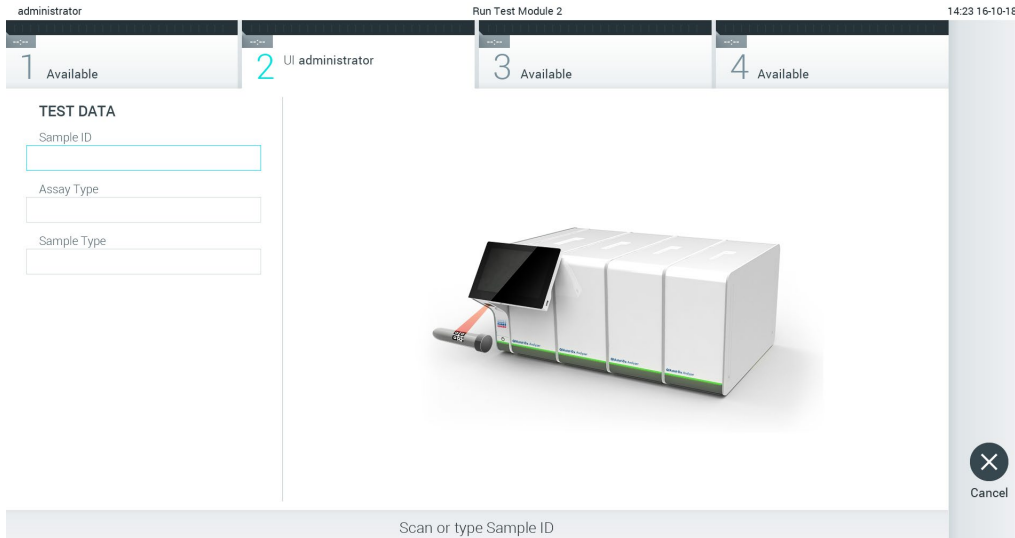

图 72. 扫描样本 ID 条形码。
2. 出现提示后，请使用操作模块中集成的条形码阅读器扫描样本 ID 条形码（下一页图 72）。